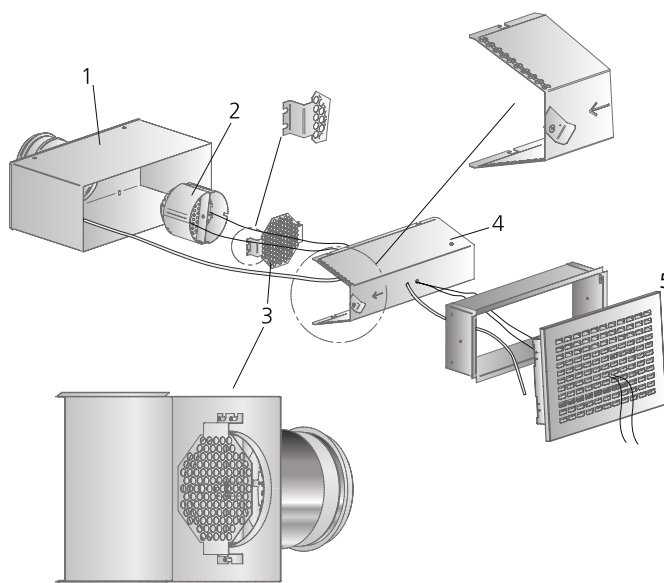

Abbildung 1. Montage.
Der Anschlusskasten ALV ist so geformt, dass er in 1200 mm Gipswände (cc-Maß 600 mm) bzw. 900 mm (cc-Maß 450 mm) passt. Siehe Abbildung 1.
4. Montage und Demontage der zugehörigen Teile geht aus Abb. 1 hervor.
Schnüre an den Verschlusschrauben im Luftverteilungsbaffel befestigt. Siehe Abbildung 1.
Der Luftauslass wird bei Bedarf mit lauwarmem Wasser mit Zusatz von Geschirrspülmittel gereinigt. Der Zugang zum Kanalsystem erfolgt, indem die Sprühkomponente heruntergeklappt, der Luftverteilungsbaffel herausgezogen und die Klappe in vollständig geöffnete Position ausgeklappt wird. Siehe Abbildung 1.